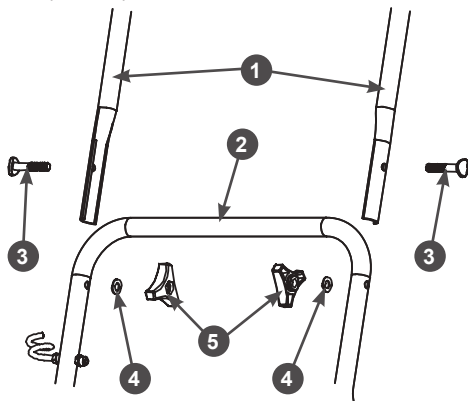

**Рис. 8. Установка нижней части рукоятки**
3. Установите нижнюю часть рабочей рукоятки. Совместите верхнее отверстие в нижней части рукоятки и кронштейне, вставьте в образовавшееся отверстие болт 2 с квадратным подголовком, установите шайбу и закрутите шестигранную гайку 3, не затягивая её (Рис. 8). Точно также установите другую сторону нижней части рабочей рукоятки.
Рукоятка имеет два установочных положения, высокое и низкое. Совместите одно из отверстий (L или H) в кронштейне (нижнее отверстие «Н» в кронштейне соответствует более высокому положению рабочей рукоятки, верхнее отверстие «L» соответствует более низкому положению рабочей рукоятки) и соответствующее отверстие в нижней части рукоятки и вставьте в образовавшееся отверстие болт 2 с квадратным подголовком, установите шайбу и закрутите барашковую гайку 4, не затягивая её (Рис. 8). Точно также установите другую сторону нижней части рабочей рукоятки.